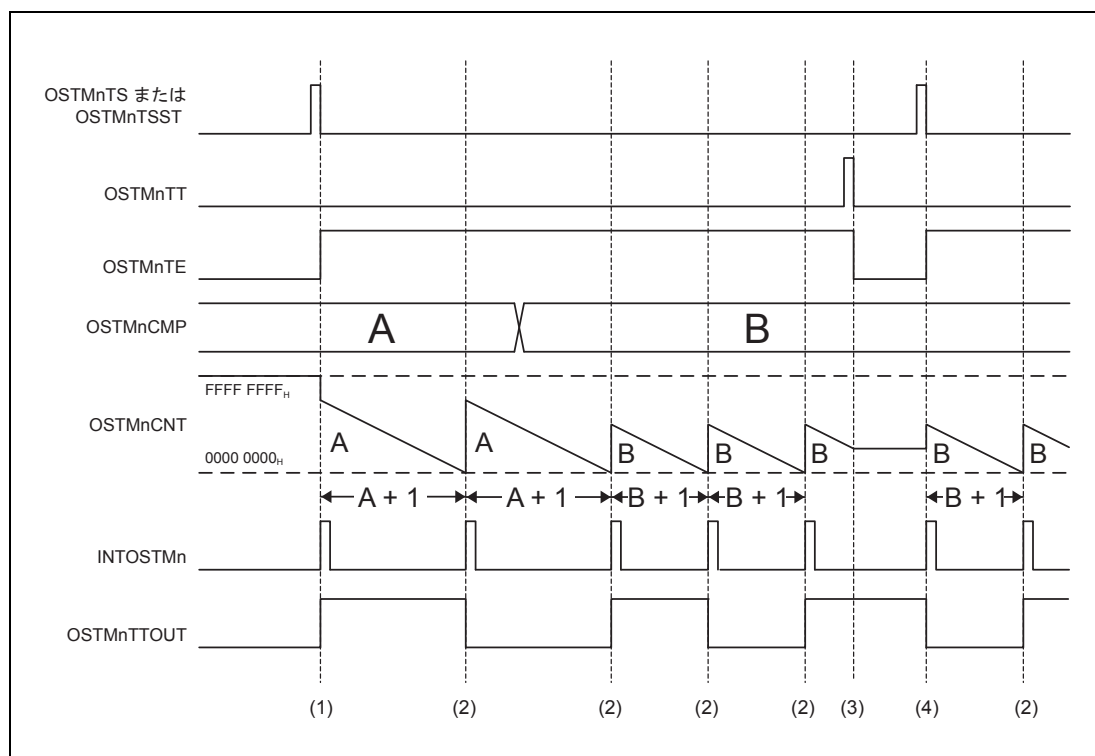

図 22.7 インターバルタイマモードの OSTMn のタイミング図
- (1) カウンタは、「**図 22.7 インターバルタイマモードの OSTMn のタイミング図**」で説明されているように動作を開始します。
- (2) カウンタは、動作している間 ($OSTMnTE.OSTMnTE = 1$) $OSTMnTS.OSTMnTS = 1$ または $OSTMnTSST = 1$ にすると、リスタートします。